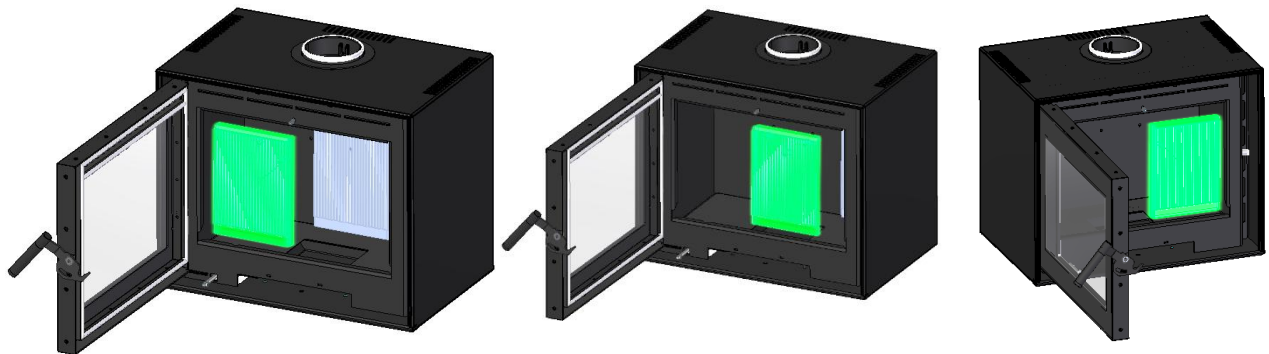

Figure 17 – Retrait de la thermotte à l'arrière de l'appareil
5. Retirez les 3 pièces de l'arrière en les déplaçant vers l'avant de la machine, puis vers l'extérieur de la machine, voir Figure 17.